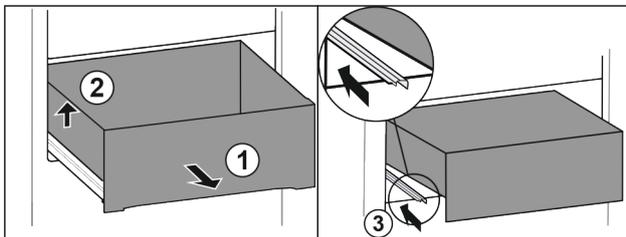

Fig. 62
- Estrarre il cassetto fino all'arresto. Fig. 62 (1)
- Sollevare il cassetto a sinistra. Fig. 62 (2)
- Inserire la guida sinistra. Fig. 62 (3)